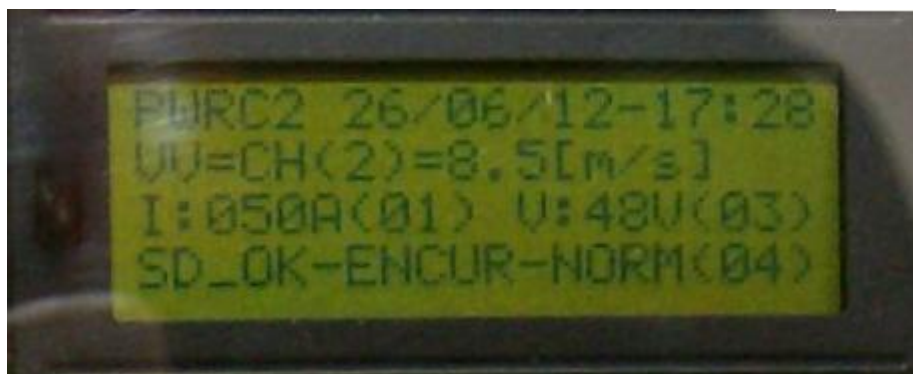

Figura 15 LCD en Prueba Normal / en curso con comunicación Modbus
Para que la prueba avance y se establezca la comunicación Modbus con el sistema central, una vez lanzado hay que bajar ambas llaves S1,S2 a la posición inferior Normal/Modbus (como en Figura 2). En este caso, el display quedará como en la Figura 15, pasando al estado SD\_OK-ENCUR\_NORM (04). Aquí a través de las teclas **arriba (↑)** o **abajo (↓)** del teclado se ha seleccionado el canal 2, que es la velocidad de viento leída desde la estación METEO exterior.